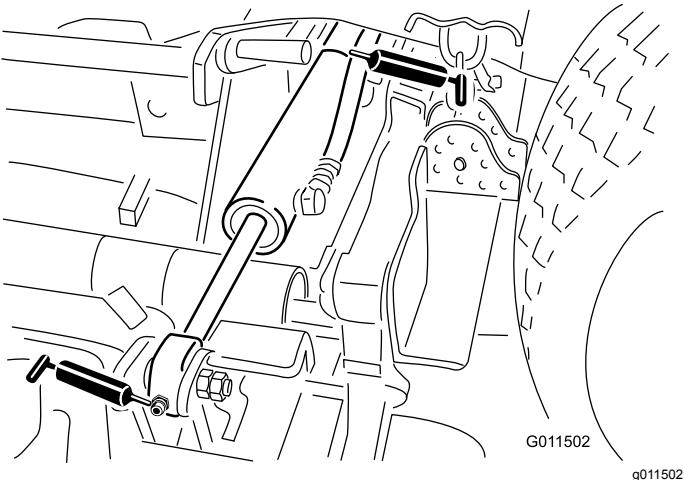

Figure 69
Vérin de levage latéral (4) (Figure 69).